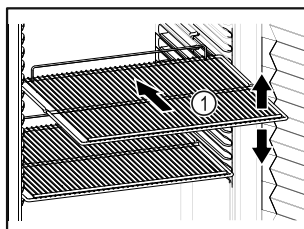

Fig. 54
- Ha a tároló rácsok Fig. 54 (1) áthelyezhetőek, akkor igazítsa be őket a kívánt magasságnak megfelelően.